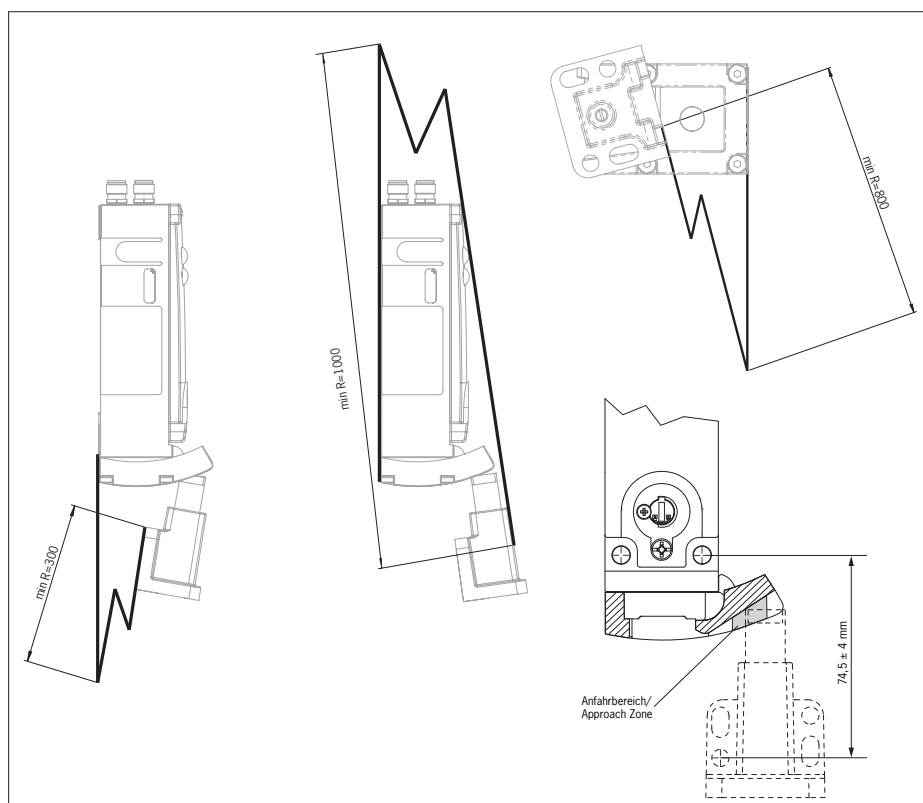

Figure 7 : Rayons de porte et zone d'approche
- ▶ Respectez les rayons de porte mini. (voir *Figure 7*).
- ▶ Veillez à ce que l'actionneur rencontre la rampe dans la zone prévue *Figure 7*. Des repères sur la rampe indiquent la zone d'approche prescrite.